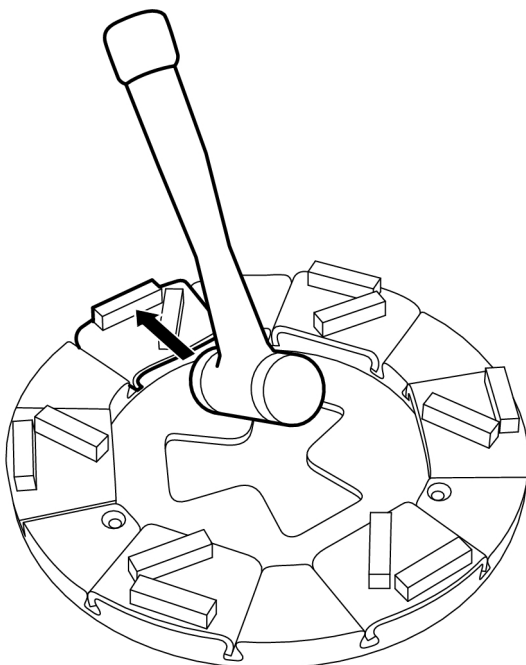

Figura 4-14. Desprender a ferramenta de lixagem
2. Prenda a ferramenta de lixagem no suporte de ferramenta batendo levemente com um martelo, ver Figura 4-14, página 25.
3. Prenda a ferramenta de lixagem no suporte de ferramenta batendo levemente com um martelo, ver Figura 4-14, página 25.